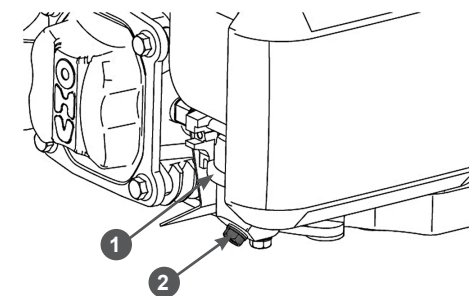

Рис. 25 Слив топлива из карбюратора
1. Установите под карбюратор 1 подходящую емкость (Рис. 25).
2. Открутите болт 2 сливного отверстия и слейте топливо из поплавковой камеры карбюратора в приготовленную для этого емкость (Рис. 25).